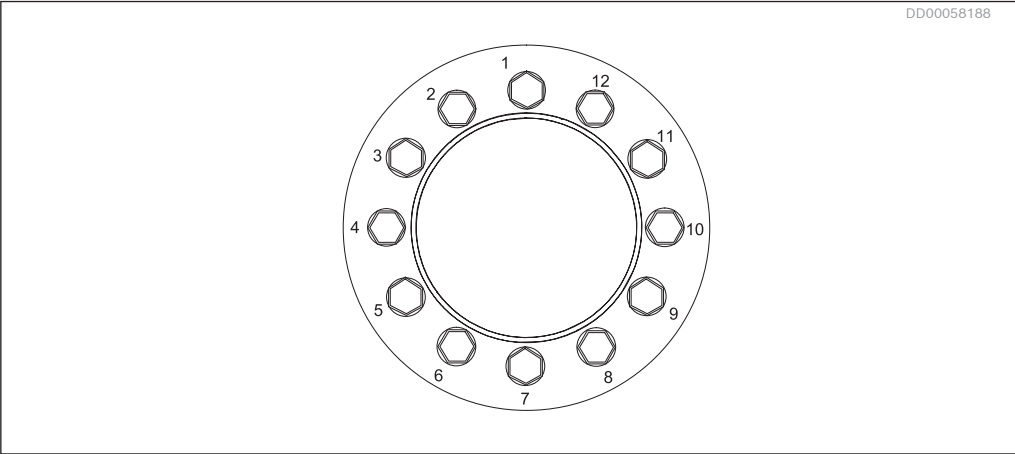

Fig. 39: Orden en que se debe apretar
5. Ajuste el torquímetro a un máx. de 1/3 del máximo torque especificado para los tornillos de acoplamiento, apriete todos los pernos siguiendo la secuencia que se muestra en *Fig. 39*, para 2 o 3 vueltas. Aumente el torque a un máx. de 2/3 del torque máximo y apriete los pernos otras 2 o 3 vueltas.
7. Empiece por apretar los tornillos siguiendo la secuencia mostrada en *Fig. 39*.